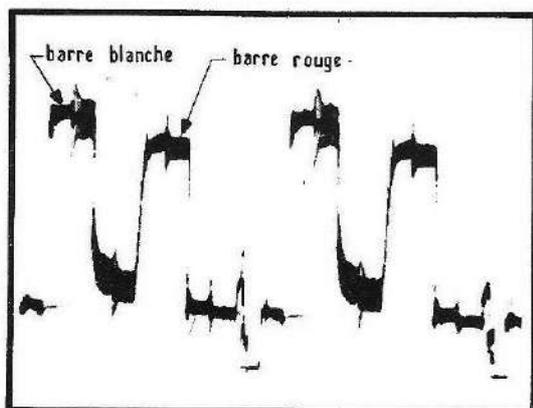

Fig. 14 Mauvais matricage
- Régler R773 (retouche) afin d'obtenir une amplitude identique entre la bande blanche et la rouge. (fig. 14 - 15)